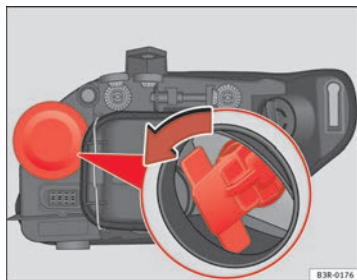

Fig. 219 Lampada luce indicatore di direzione
- Estrarre il portalamпада in senso antiorario afferrandolo per l'impugnatura ⇒ fig. 219.